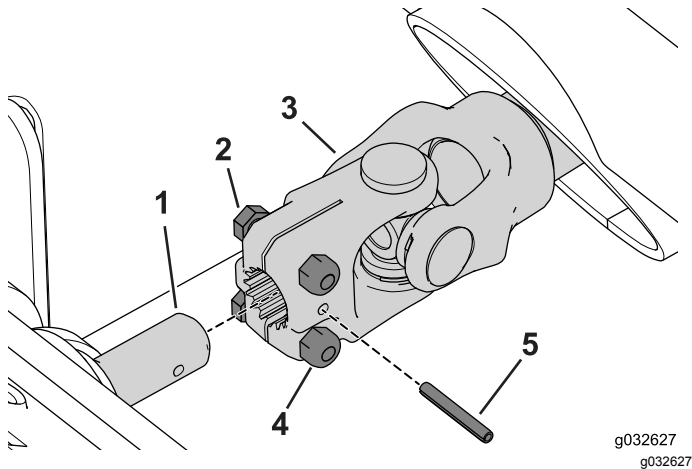

Figura 102
2. Retire el pasador cilíndrico y afloje los 2 pernos que sujetan el árbol de transmisión al eje de la caja de engranajes (**Figura 102**).